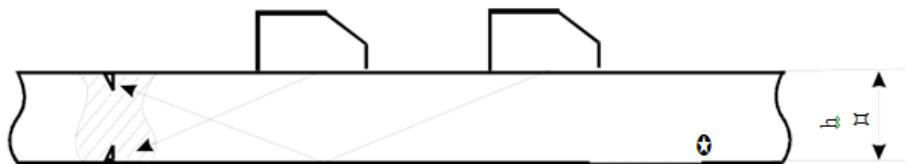
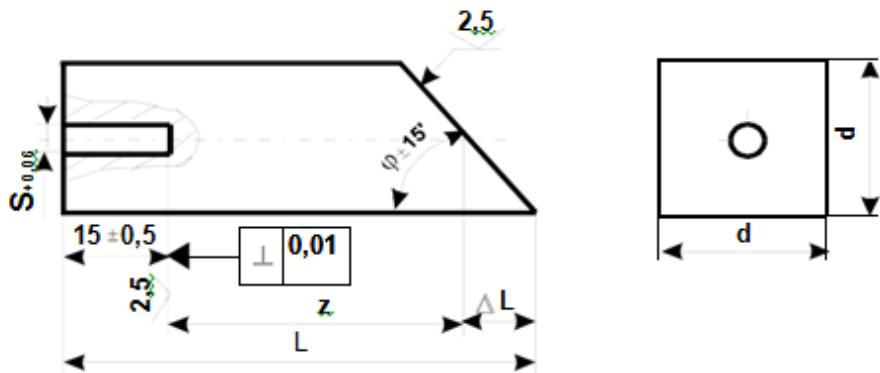
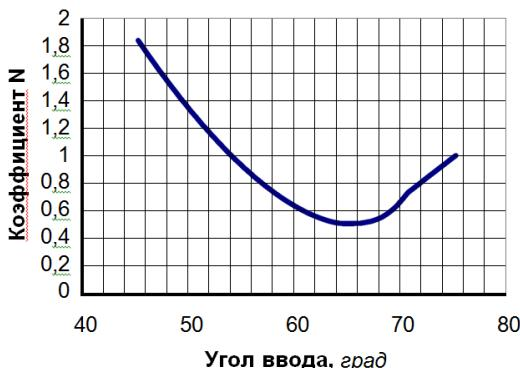

Рисунок 5.19 – Основные схемы получения опорных сигналов при настройке чувствительности
Рисунок 5.20 – СОП для контроля наклонным преобразователем:
Рисунок 5.27 – Коэффициент пересчета N , в зависимости от угла ввода
5.10.1 Настройку чувствительности проводят с целью обеспечения надежного выявления минимально фиксируемого дефекта во всем диапазоне глубин. При контроле наклонным ПЭП в качестве СОП для настройки чувствительности могут использоваться как образцы с зарубками (рис. 5.19), так и образцы с плоскодонными отверстиями (рис. 5.20).
5.10.4 Кривую ВРЧ строят по точкам - вершинам импульсов эхосигналов. Поэтому для построения кривой необходим набор образцов (СОПов) с одинаковым размером отражателей на разных глубинах – от минимальной до максимальной. Количество таких отражателей зависит от диапазона контролируемых глубин, влияния ближней зоны ПЭП, наличия затухания в изделии и т.д., но в любом случае это число не может быть меньше трех. Чертежи СОПов обычно имеются в методиках УЗК на конкретные типы изделий. В качестве отражателей наибольшее распространение в России нашли зарубки (рис. 5.19), особенно для толщин, не превышающих 20 мм (применяются только для наклонных ПЭП), и плоскодонные отверстия (рис. 5.20). Последние используются преимущественно для прямых (совмещенных и РС) ПЭП, хотя возможно применение их и для наклонных ПЭП. Можно использовать комбинированный образец
где $S_{зар}$ – площадь зарубки, а коэффициент пересчета N определяется по графику (рис. 5.27).
5.12.1 Возьмите образец с зарубками, как показано на Рисунок 5.19. Используя тарировочную кривую (рис. 5.27) найдите эквивалентную площадь плоскодонного отверстия, соответствующую зарубке.